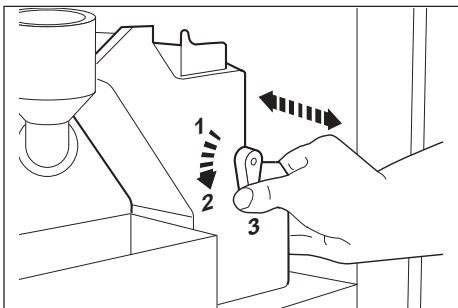

Fig. 28
- Quitar el grupo manteniendo la palanca en la posición 3 (Fig. 28), lavarlo completamente con agua caliente, secarlo y volver a colocar en su alojamiento manteniendo la palanca en la posición 3.